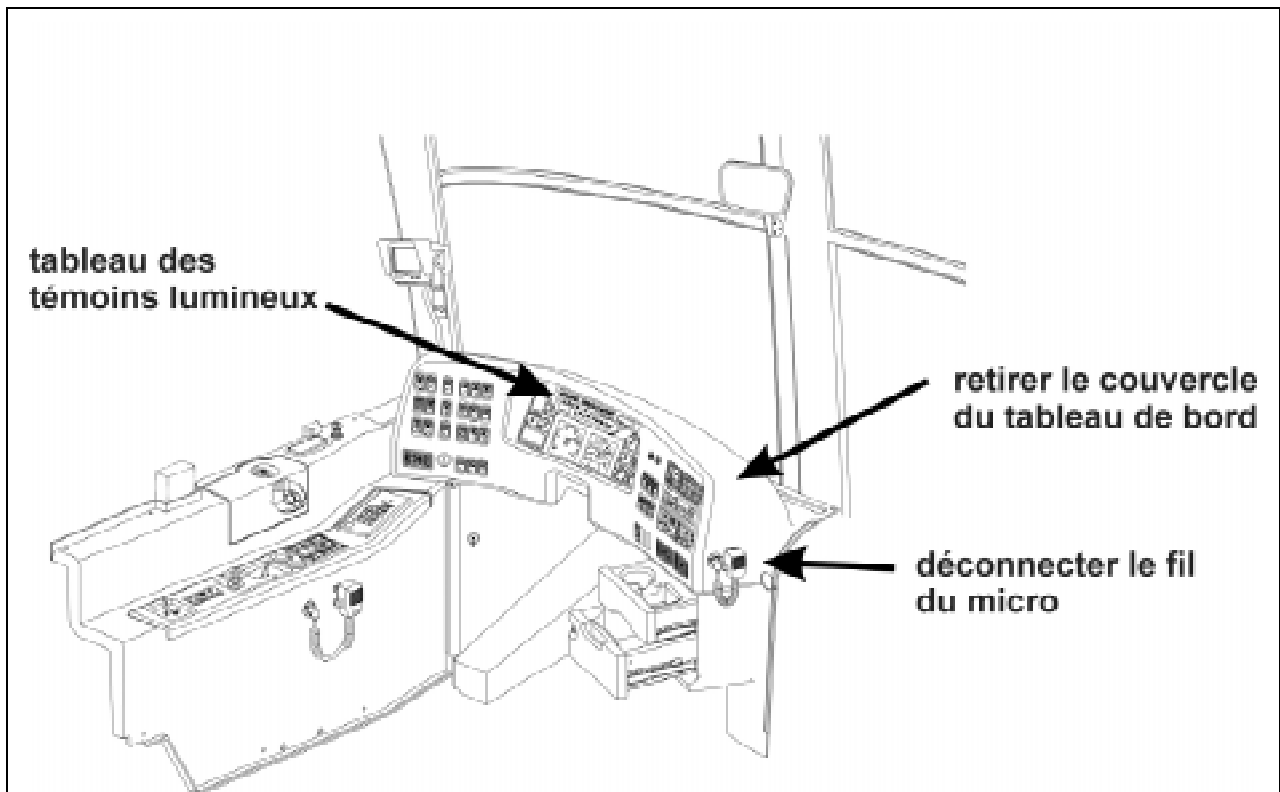

FIGURE 5 : SECTION DU CHAUFFEUR
4. Dans la section du conducteur, déconnecter le fil du micro, dévisser les vis (7) qui retiennent le couvercle du tableau de bord et retirer le couvercle (figure 5).